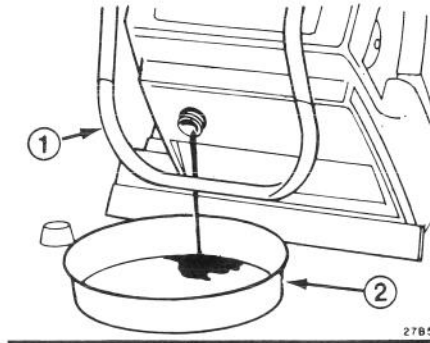

Abb. 16
1. Den Kraftstofftank entleeren. (Abb. 16).
**1. BENZIN ENTLEREEN** (Abb. 16) — Kraftstofftankdeckel von der Schneefräse abnehmen. Das Gerät vorsichtig nach vorne kippen und den Kraftstoff in einen breiten Behälter auslaufen lassen. Das Gerät aufstellen und den Tankdeckel wieder anbringen. Eventuell verschüttetes Benzin aufwischen und Kraftstoff in einem vorschriftsgemässen Kanister aufbewahren.